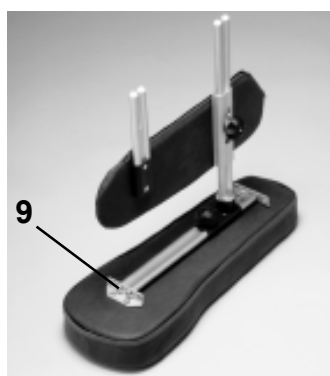

bild 9e
- Lossa vredet (7).
Armstödsplattan kan justeras isidläge genom att flytta skruvarna (9), bild 9e.